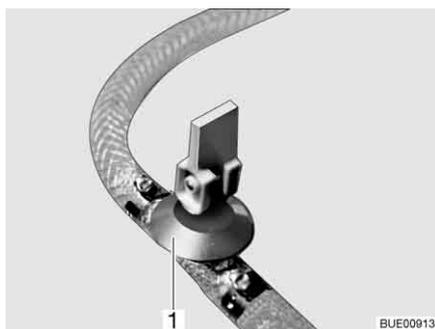

Fig. 165 Robinet de vidange (avec levier à bascule)
- Fermer tous les robinets de vidange. Placer pour ce faire le levier à bascule du robinet de vidange (Fig. 165,1) à l'horizontale.